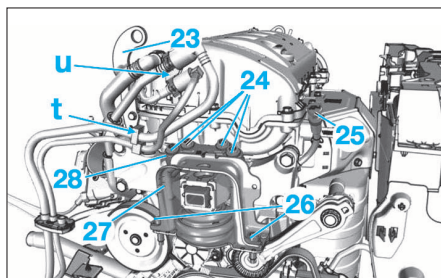

FIG. 54
- A l'aide d'une grue d'atelier, soulever le moteur grâce à la patte (23) (Fig.54), le moteur.
- la jauge à huile (25),
- les vis (24) et (26),
- les supports moteurs (27) et (28).